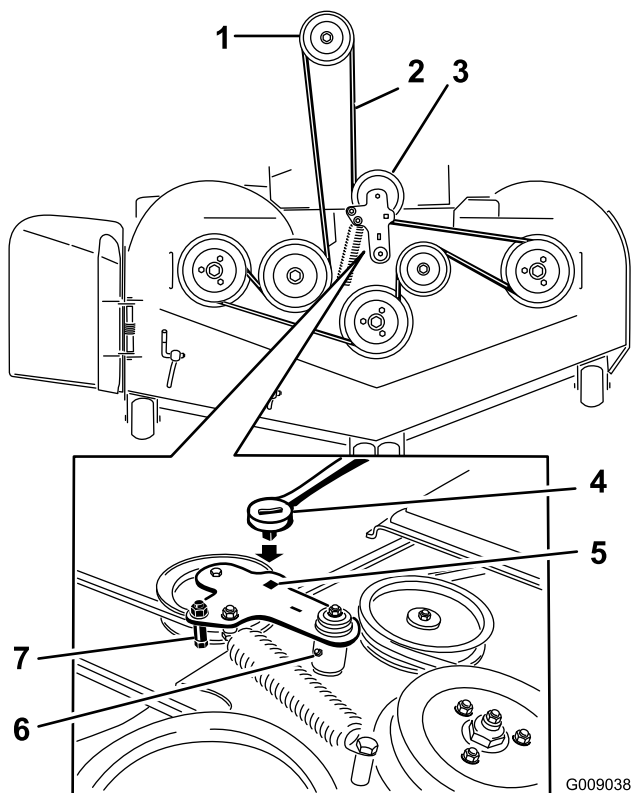

Figura 95
6. Levante la chapa de suelo e introduzca una llave dinamométrica en el taladro cuadrado del brazo tensor de la carcasa (Figura 95).
7. Gire cuidadosamente el brazo tensor de la carcasa en sentido horario y retire la correa del cortacésped (Figura 95).